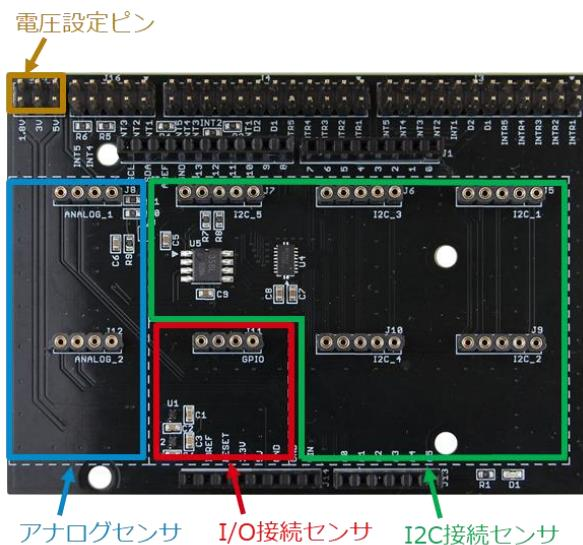

Figure 4. 電圧設定とセンサ接続エリア
2. センサ基板の接続方式を確認し、SensorShield の対応したエリアに接続 (Figure 4)
3. SensorShield の電圧設定をセンサ基板の電源電圧範囲に 対応する電圧に設定 (Figure 4)